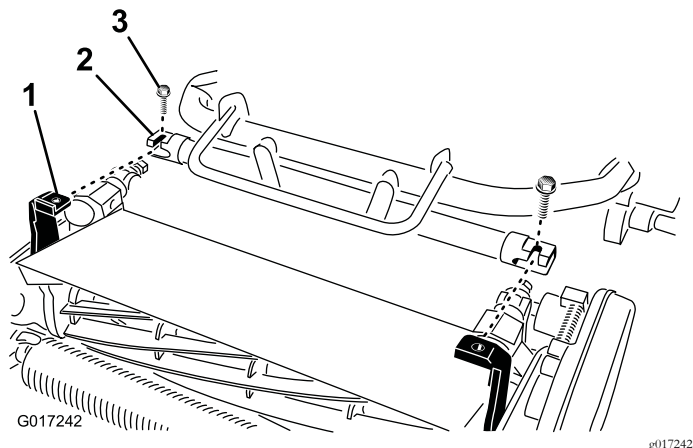

Figura 10
4. Mueva el bastidor de la unidad de tracción (Figura 10) hacia adelante hasta que se acople en los brazos de pivote de la unidad de corte.
5. Sujete el bastidor de la unidad de tracción a los brazos de pivote de la unidad de corte con 2 pernos (3/8 x 3/4") (Figura 10).